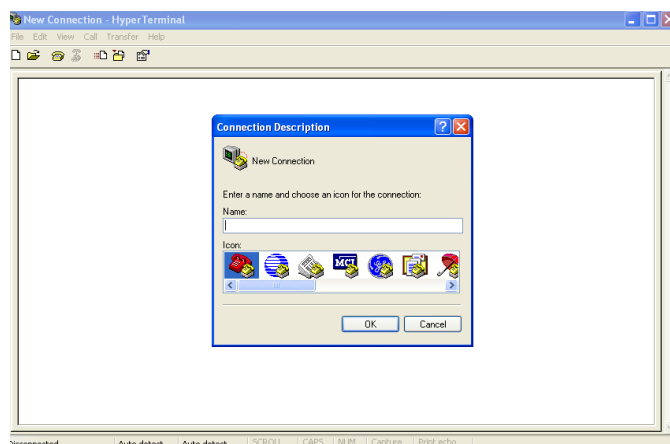

Рис. 4
1. В окне *Connection Description*, ввести имя «1», нажать *Enter* (рис. 4).